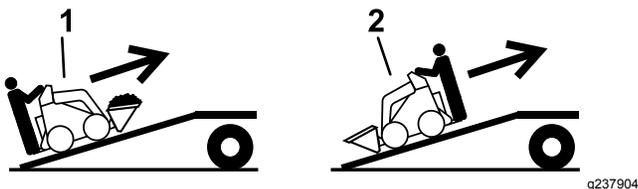

Рисунок 12
5. Погрузку машины на прицеп следует производить более тяжелой частью вверх по наклонному въезду, при этом грузы должны быть опущенными (Рисунок 12).
1. Опустите наклонный въезд (Рисунок 12).